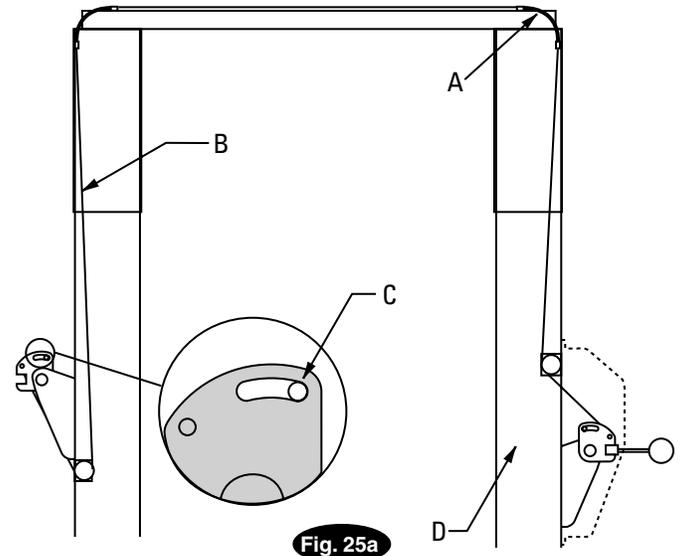

Fig. 25a Información
- D) Acople los soportes de guía de canaleta del cable de trinquete al puente como se muestra en Fig. 25a y Fig. 25b. Use siempre los orificios del lado de acceso del elevador. El HHCS debe estar en el orificio más cercano al centro del puente, Fig. 25b.
- E) Dirija el cable hacia arriba dentro de la columna y a través de la guía del cable de trinquete, Fig. 25a y Fig. 25b.
- F) Continúe guiando el cable hacia la guía del cable de trinquete de la columna izquierda, Fig. 25a y Fig. 25b, a través de la guía del cable de trinquete de la columna izquierda, Fig. 25b.
- L) A continuación, tire de la placa de mando hacia abajo, Fig. 25a y Fig. 26, para eliminar cualquier holgura existente entre la ranura de la placa de mando y el pasador de retén del trinquete, Fig. 25a.